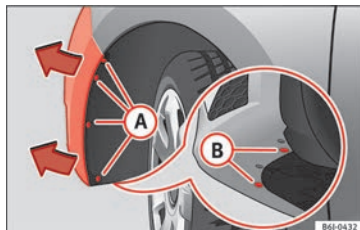

Fig. 191 Projecteur antibrouillard : accès au connecteur et au support d'ampoules.
- Retirez les 4 vis » fig. 191 de l'intérieur de l'aile et les 2 vis inférieures » fig. 191 du pare-chocs en vous servant d'un tournevis.